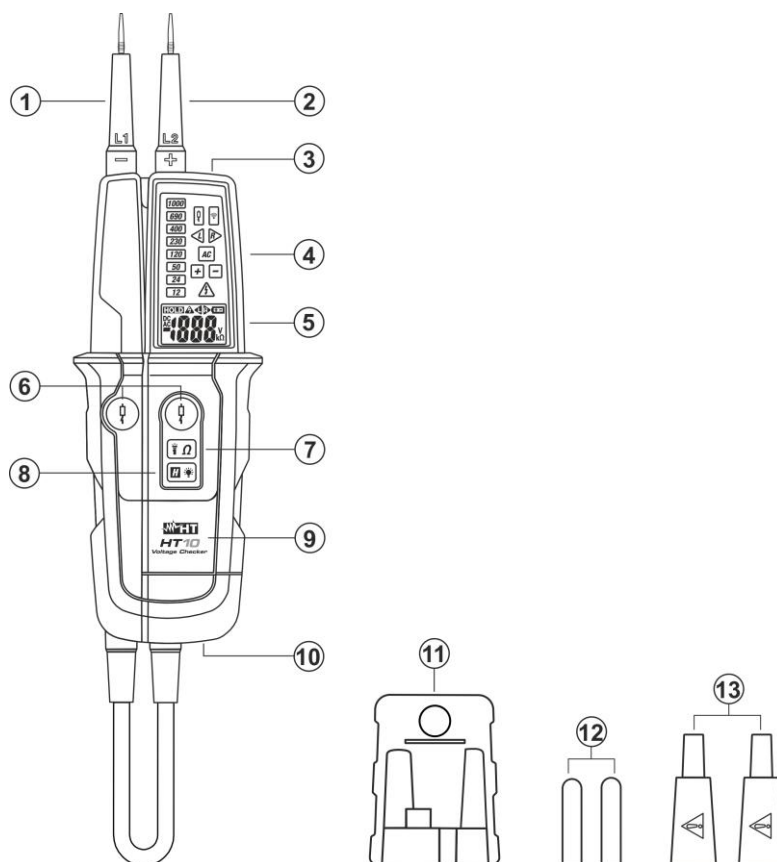
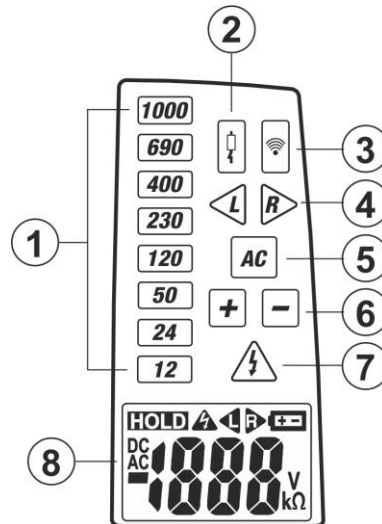

Fig. 1: Description de l'instrument
Fig. 2: Description LED d'avertissement
4. **Appuyer les deux touches en même temps (voir Fig. 1 – partie 6). La tension réelle présente est affichée avec allumage des LED rouges et à l'écran. Le symbole CA et la LED de mesure avec faible impédance (voir Fig. 2 – partie 2) sont affichés**